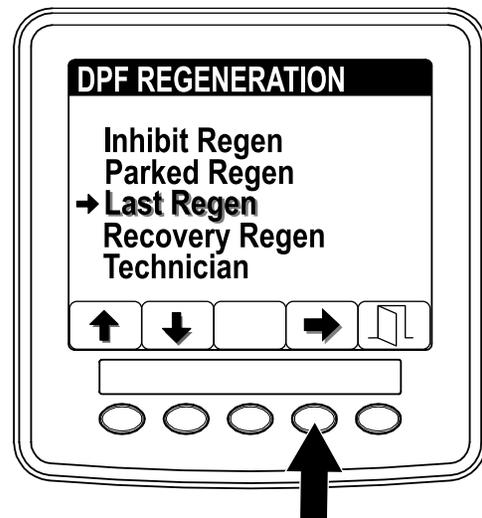

Figure 36
- Appuyez sur le bouton 4 pour sélectionner l'option Last Regen (Figure 36).
- Ouvrez le menu DPF Regeneration, appuyez sur le bouton 1 ou 2 et naviguez jusqu'à l'option LAST REGEN (dernière régénération) (Figure 36).